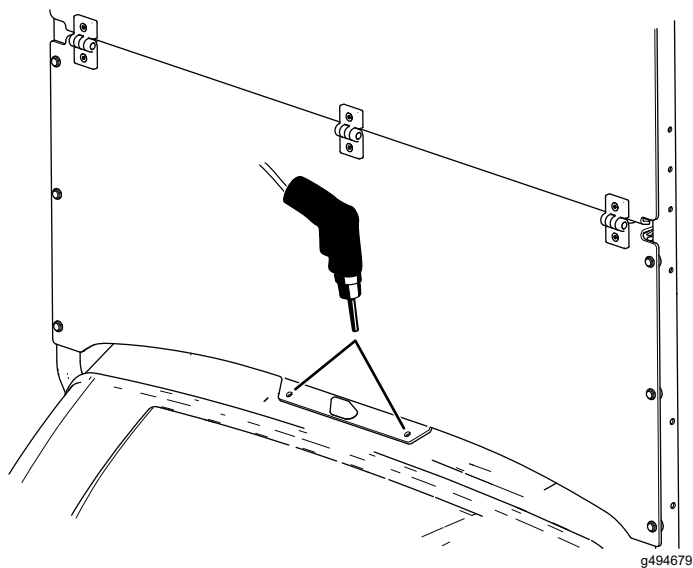

Figura 4
4. Utilizando o para-brisas como modelo, faça dois furos (8 mm) no painel de instrumentos (Figura 4).